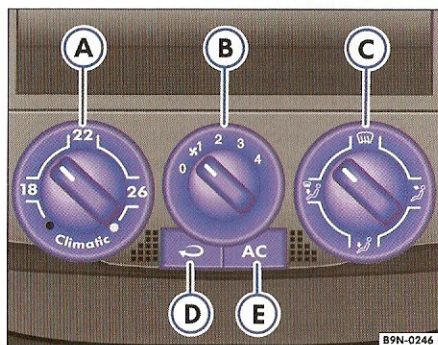

Fig. 72 În tabloul de instrumente: elementele de comandă Climatic.
- De la regulatele ⇒ fig. 72 (A) și (C) și de la comutatorul (B) se reglează temperatura, distribuția aerului și treptele ventilatorului.
- Apăsăți tasta corespunzătoare (D) sau (E), pentru a activa sau dezactiva o funcție. În fiecare tastă se aprinde o lampă de control, semn că funcția respectivă este activată.
- (A) Regulatorul de temperatură ⇒ pagina 77.
- (B) Comutatorul pentru comandarea ventilatorului. Debitul de aer este reglabil în 4 trepte. Ventilatorul trebuie să meargă pe o treaptă joasă la viteze mici de deplasare.
- (C) Regulatorul pentru distribuția aerului ⇒ pagina 77
- (D) Tasta – Recircularea aerului ⇒ pagina 78
- (E) Tasta – activarea instalației de răcire ⇒ pagina 77